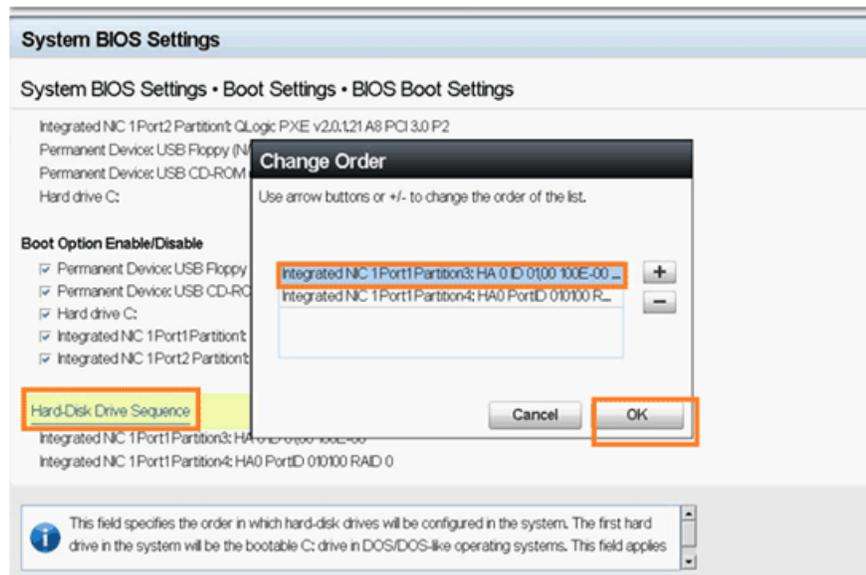

Figure 5-30. Configuration de la séquence d'amorçage iSCSI
13. Dans la fenêtre contextuelle, utilisez les touches HAUT et BAS ou les boutons + et – pour placer la cible iSCSI en haut de la liste, comme indiqué à la Figure 5-30 (où la cible iSCSI est configuré sur le port 1, dans la partition 3). Cliquez sur **OK**.